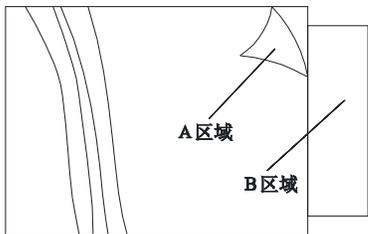
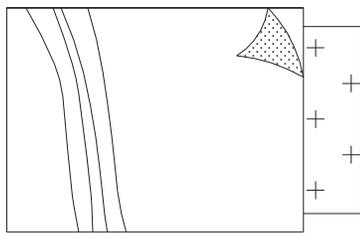

图 6-1-70
图 6-1-71
使用绘制样条曲线命令 SPLINE 随意绘制如图 6-1-70 所示的曲线。
使用填充命令 BHATCH 将如图 6-1-70 所示的 A 区域填充为  (GRASS) 图案，将 B 区域填充为  (CROSS) 图案，如图 6-1-71 所示。
**STEP 06** 使用旋转命令 ROTATE 将如图 6-1-71 所示的图形旋转-90°。